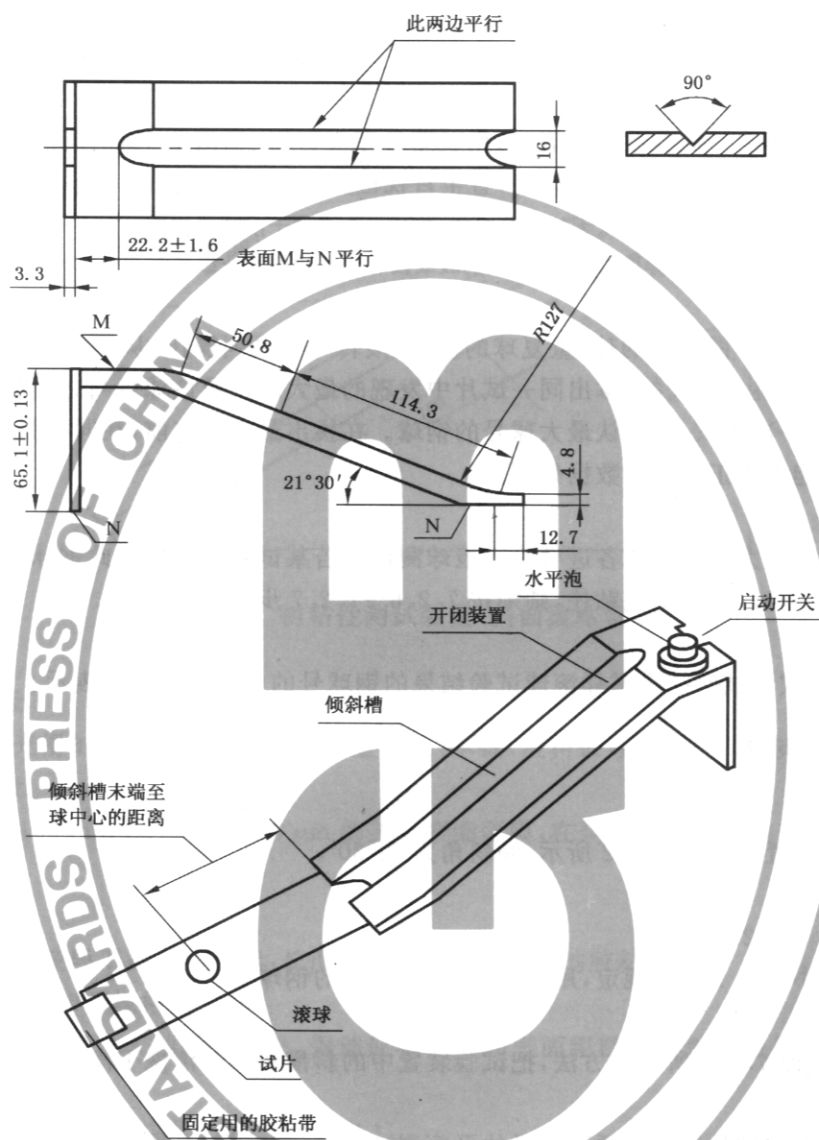

图2 斜槽滚球试验装置
8.1.1 斜槽滚球装置的结构如图 2 所示,倾斜角为 $21^{\circ}30'$ 。
8.2.3 如图 2 所示,把斜槽滚球装置水平地固定在已装好试片的测试台上。
8.2.4 把滚球安置在规定的起始位置,操纵控制杆,使滚球滚下,测定滚球停止滚动的距离。该距离是指图 2 中所示的,从倾斜槽末端到滚球停止时与胶粘面接触的中心点之间的长度。